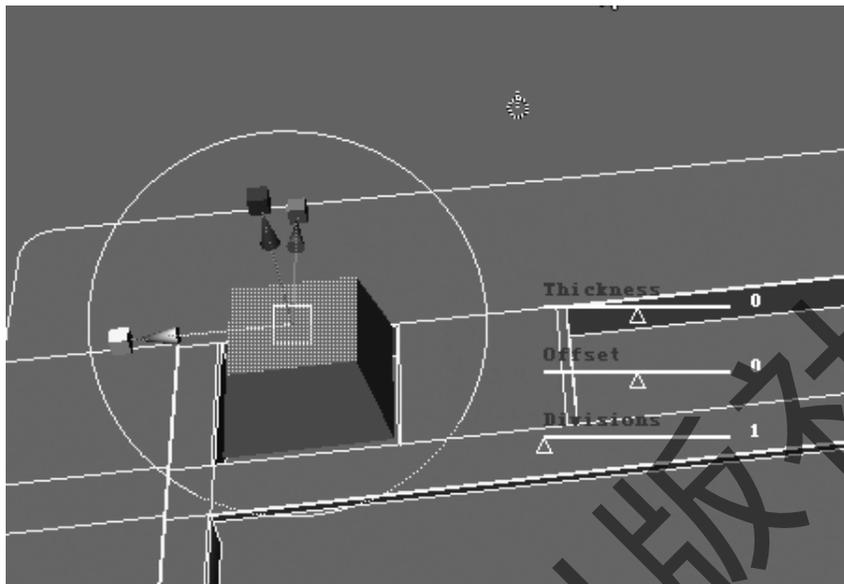

图 4-40 创建平面并挤压
Step 2: 下一步创建一个平面,Create→Polygon primitives→Plane,并对其进行挤压 Mesh→Extrude,缩放顶面,调整成为按钮状,如图 4-40 所示。